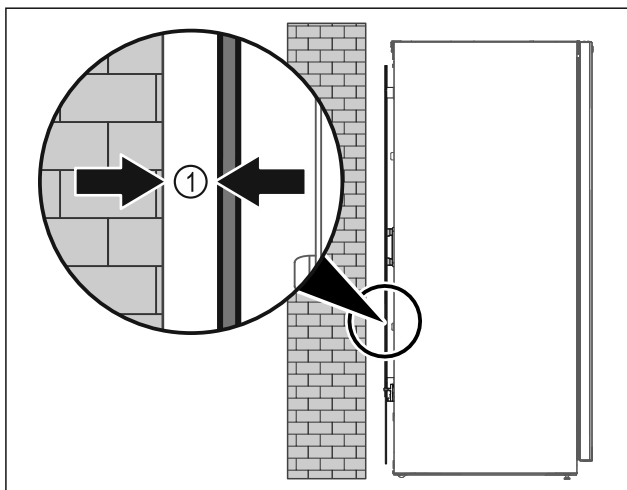

Fig. 37
- ▶ Τοποθετήστε τη συσκευή είτε ελεύθερη στον χώρο είτε απευθείας σε έναν τοίχο σε ελάχιστη απόσταση 5 mm Fig. 37 (1).